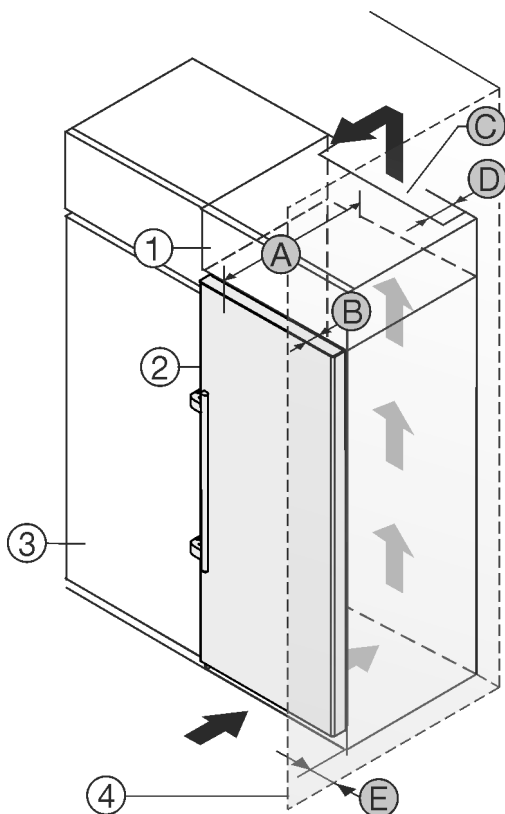

Fig. 2
Můžete přístroj nainstalovat přímo vedle kuchyňské skříňky Fig. 2 (3).
Na zadní straně nástavné skříňky musí být větrací šachta hluboká Fig. 2 (D) přes celou šířku nástavné skříňky.*
Pod stropem místnosti musí být dodržen ventilační průřez Fig. 2 (C).*
Když přístroj instalujete závěsy vedle stěny Fig. 2 (4), musí být vzdálenost mezi přístrojem a stěnou minimálně 57 mm . To odpovídá přesahu madla při otevřených dvířkách.*
Aby bylo možné dvířka plně otevřít, musí přístroj přesahovat o hloubku dvířek Fig. 2 (B) vůči přední linii kuchyňské skříňky. V závislosti na hloubce kuchyňských skříněk Fig. 2 (3) a použití vymezovačů odstupu od stěny může přístroj vyčnívat dále.*